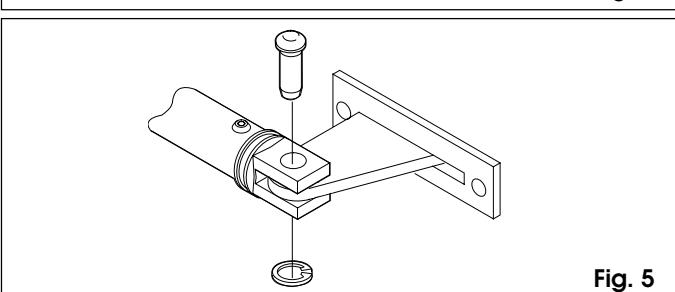

Fig. 5
- Monter la patte d'attache avant sur la tige comme indiqué fig. 5.